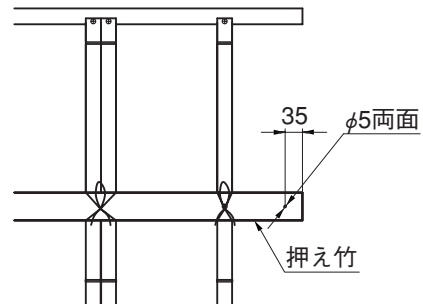

図2-5
- ③ 押え竹端部にφ5の孔を両面にあけてください。(図2-5参照)